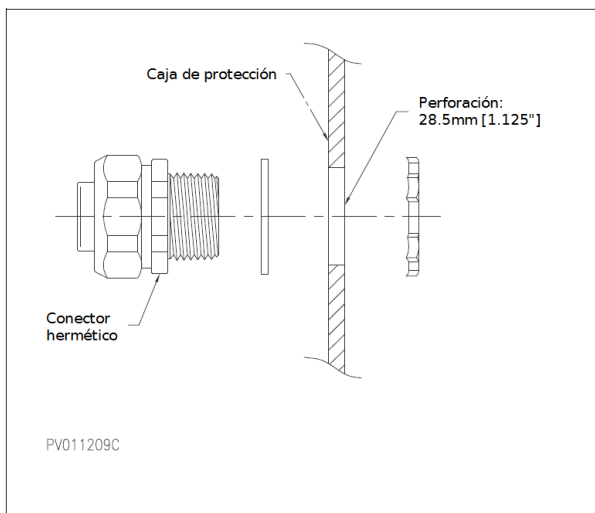
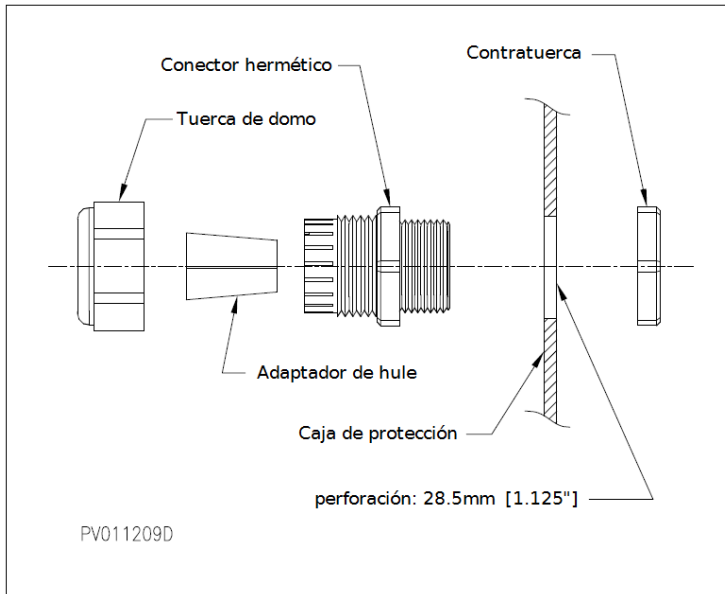

Figura 34: Montaje de los conectores a prueba de agua para el conducto protector flexible.
Figura 35: Montaje de los conectores de alivio de tensión a prueba de agua para cable reforzado.
4. Consulte la figura 34: "Montaje de los conectores a prueba de agua para el conducto protector flexible" si se usa el conductor a prueba de agua de 3/4". o la Figura 35: "Montaje de conectores de alivio de tensión a prueba de agua para cable reforzado" si no se usa el conducto a prueba de agua.